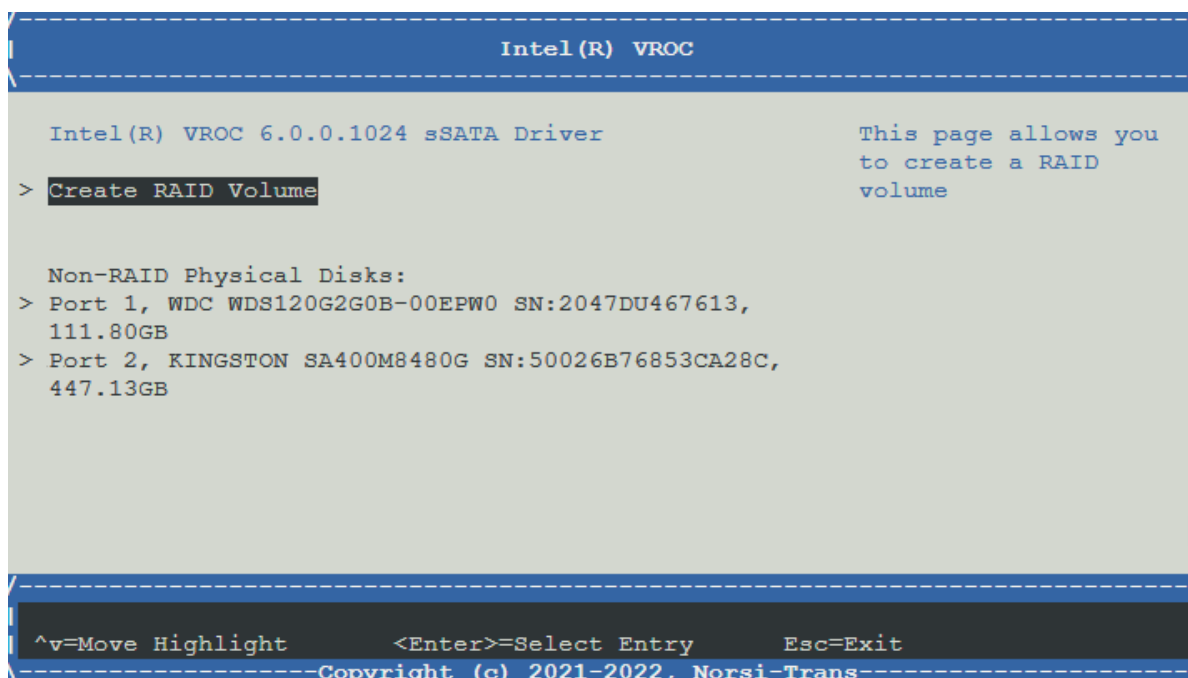

Рис. 61. Меню Intel (R) VROC
- 4) Во вкладке «Intel(R) VROC» перейдите во вкладку «Create RAID Volume». Окно показано на рис. 61 Меню Intel \(R\) VROC.